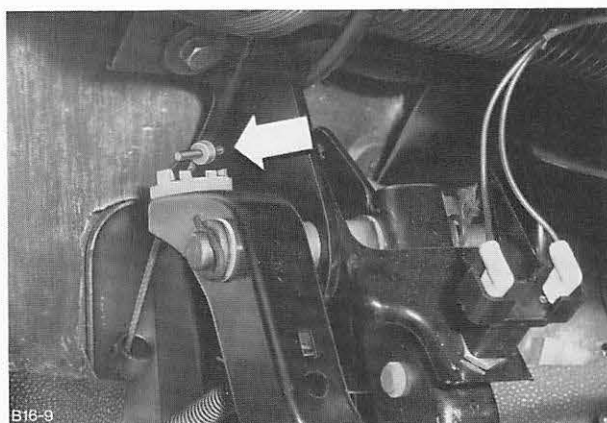

Abb. 26 Haltebolzen – Kupplungsseil
3. Kupplungsseil am Pedal vorziehen und Haltebolzen aus der Aufnahme herausnehmen. Abb. 26.